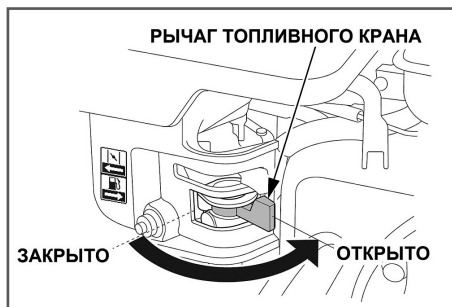

Рис. 10 Положения рычага топливного крана
4. Откройте топливный кран переводом рычага вправо (Рис. 10).